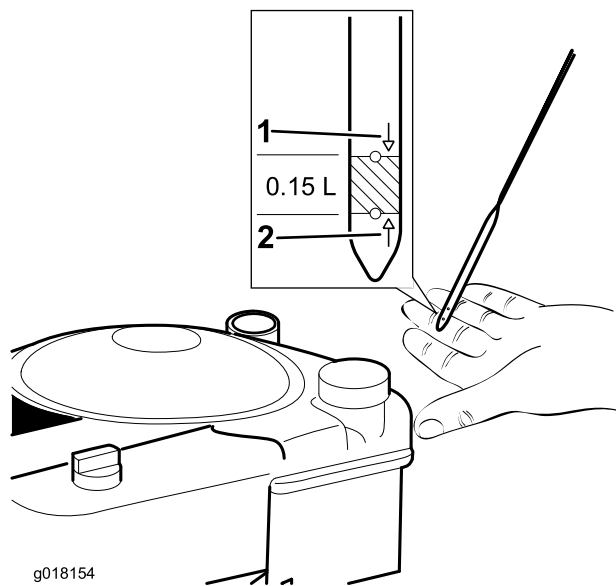

Figura 10
3. Se il livello dell'olio è insufficiente, versate **lentamente** dell'olio nel tubo di riempimento, attendete 3 minuti, poi controllatene il livello con l'apposita asta: pulite l'asta e inseritela completamente nel tubo (Figura 10).
4. Riempite di olio il motore fino a quando l'asta di livello non indica che il livello dell'olio è corretto, come illustrato nella Figura 10. Se riempite eccessivamente il motore, estraete l'olio in eccesso come indicato in Controllo del livello dell'olio motore (pagina 10).